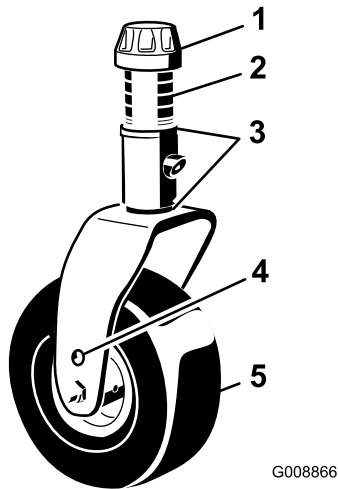

Figura 141
1. Retire a tampa de tensionamento do eixo da roda giratória e desloque o fuso para fora do braço da roda giratória (Figura 141).
Retire a tampa tensora e a forquilha da roda giratória (Figura 141).